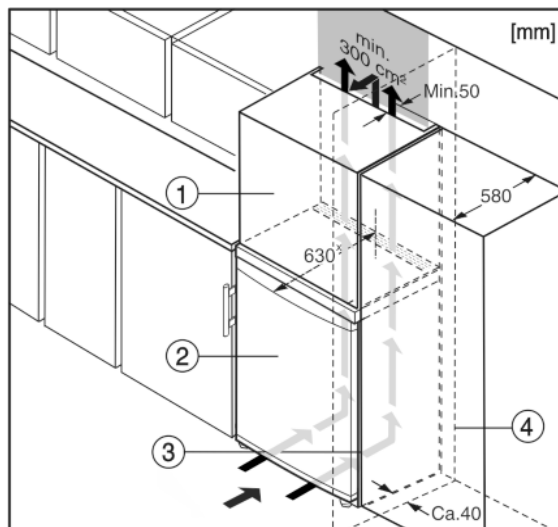

Fig. 5
- (1) Szafka nasadzana
- (2) Urządzenie
- (3) Szafka kuchenna
- (4) Ściana
Urządzenie może zostać obudowane szafkami kuchennymi. Aby dopasować urządzenie Fig. 5 (2) do wysokości ciągu szafek kuchennych, można nad urządzeniem umieścić odpowiednią szafkę nasadzaną Fig. 5 (1).
W przypadku obudowania szafkami kuchennymi (głębokość maks. 580 mm) urządzenie można ustawić bezpośrednio obok szafki kuchennej Fig. 5 (3). Urządzenie wystaje z boku o 34 mm^x i na środku urządzenia o 50 mm^x w stosunku do frontu szafek kuchennych.
Jeżeli urządzenie będzie ustawiane z zawiasami do ściany Fig. 5 (4), to pomiędzy urządzeniem i ścianą należy zachować minimalny odstęp, wynoszący 40 mm. Na taką odległość wystaje klamka przy otwartych drzwiach.